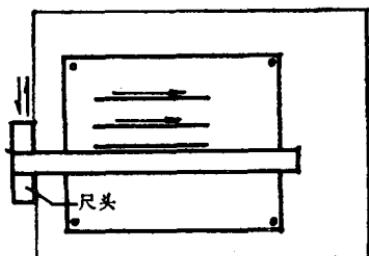

图 1-1 尺头必须在图纸左边滑动
(1) 丁字尺的使用。制图时，尺头只能沿图板左边缘上下滑动，如图1-1。在同一张图纸上，尺头不得在图板另外三边滑动使用，以避免画出的线不准确。
(2) 保护丁字尺平直。只能在尺身上侧画线，所以要